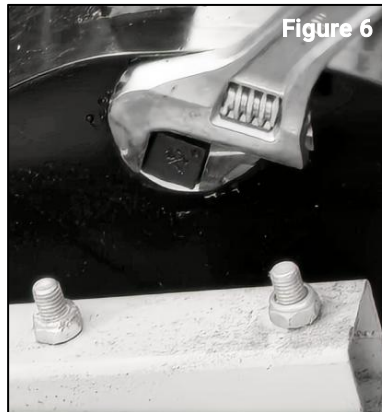

Figure 6
Retirez le bouchon fileté de l'orifice de remplissage à l'aide d'une clé à molette (figure 6).
1. Remplissez le rouleau à pointes d'eau ou de sable pour ajouter du poids. (voir le remplissage d'eau du rouleau à la page 12, figures 6 à 8)